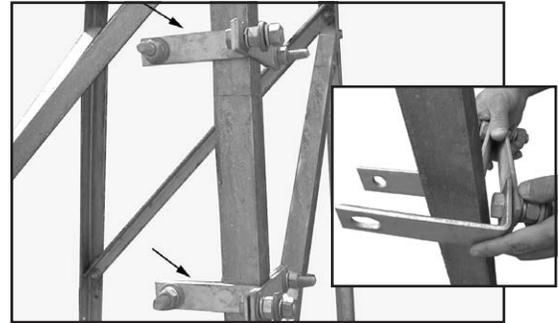

Figura 76
**20.2** Instale los soportes a compresión en la torre (Figura 76).